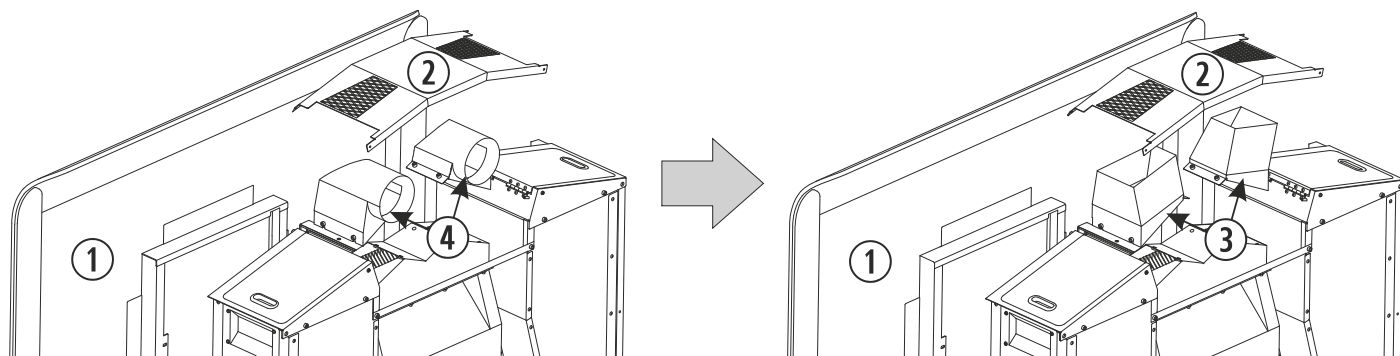

Figura 16
incanalare (4) per uscite dirette verticali (3) (vedi figura 16). Per avere un migliore accesso alle alette in momento di sostituirli, si consiglia di rimuovere prima il cestello superiore con 4 viti ancorati alle loro estremità.